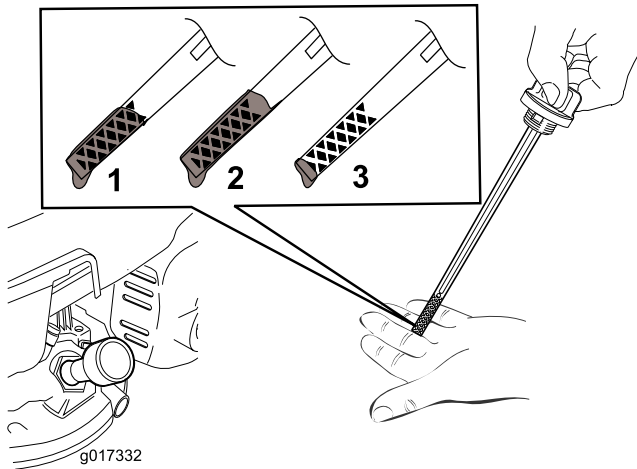

Figura 12
5. Para determinar o nível de óleo adequado na vareta, consulte a Figura 12.
Nota: Encha o cárter do motor com óleo até a vareta indicar que o nível de óleo do motor está correto, como se mostra na Figura 12. Se encher demasiado o motor com óleo, retire o óleo em excesso, como indicado em Substituição do óleo do motor \(página 16\).